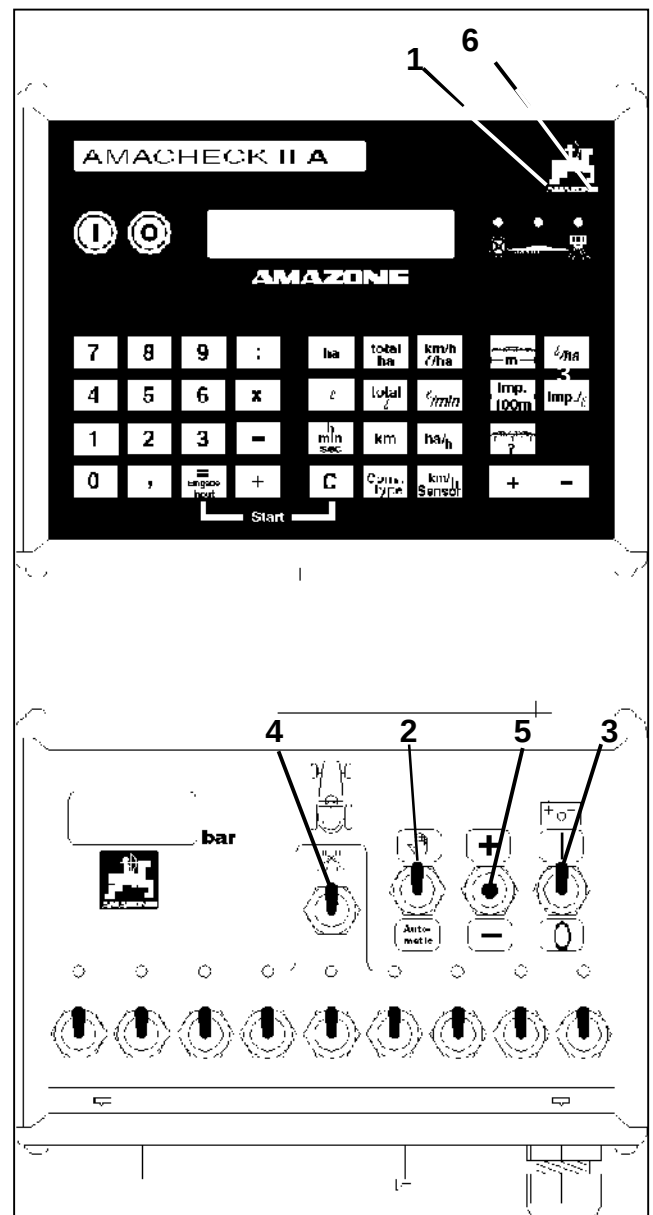

Fig. 7.18
- For at opnå den ønskede sprøjtemængde skal sprøjtestrykket indstilles med $\pm$ tasten (fig. 7.18/ 5).
Hvis der er afvigelser mellem den viste mængde og det forbrug af sprøjtevæske der virkelig er brugt, skal sprøjtetrykket forandres ved at trykke $\pm$ -tasten (fig. 7.18/5) på betjeningspanelet, indtil den viste sprøjtemængde og den virkelige sprøjtemængde stemmer overens.